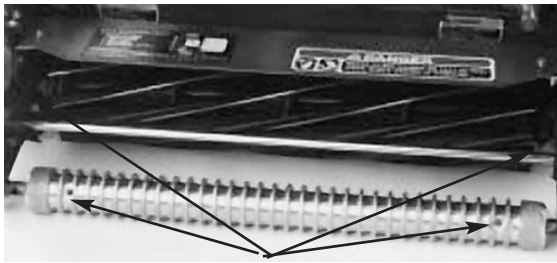

Bild 17
2. Die Schmiernippel und deren Anzahl sind: (2) an der vorderen Walze (Bild 17), (2) an den Spindel-lagern (Bild 17), (2) an den Trommelachsen (Bild 18), (3) am Differential (Bild 18), (2) an den Gegenwellenlagern (Bild 19) und (2) an den Spannscheibengelenken (Bild 20).